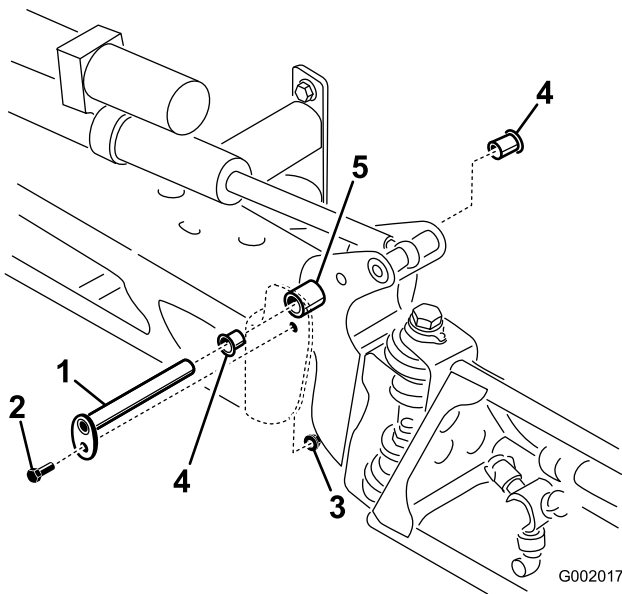

図 72
3. ブームを支えておきながら、ピボットピンをブームアセンブリに固定しているボルトとナットを取り外す(図 72)。ピボットピンを取り外す。
5. ナイロンブッシュを取り外し、ピボットブラケットの前面および後面側から見て点検する(図 72)。磨耗したり破損したりしている場合は交換する。
7. センターフレームにブーム&ピボットブラケット・アセンブリを取り付け、開口部を整列させる(図 72)。